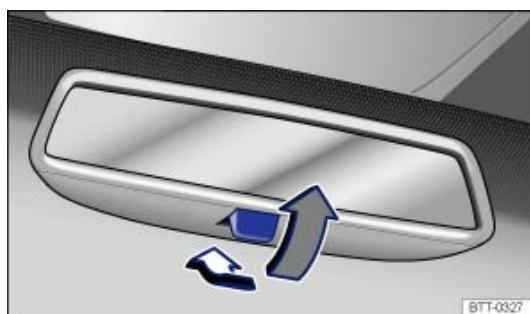

Fig. 87 Sur le pare-brise : rétroviseur intérieur jour/nuit manuel
- Pour sélectionner la position nuit, tirez le levier vers l'arrière ⇒ Fig. 87.